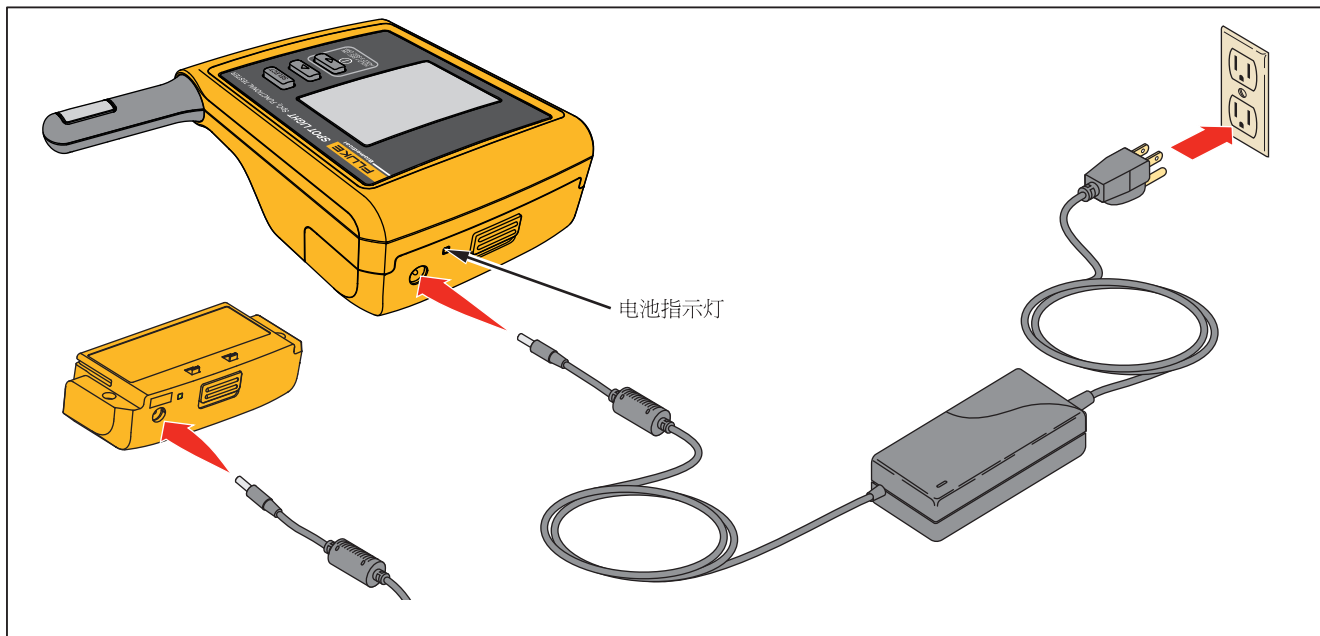

图 6.外部充电器接头
1. 如图 6 所示，将交流/直流电源连接至电池组的电源接头。